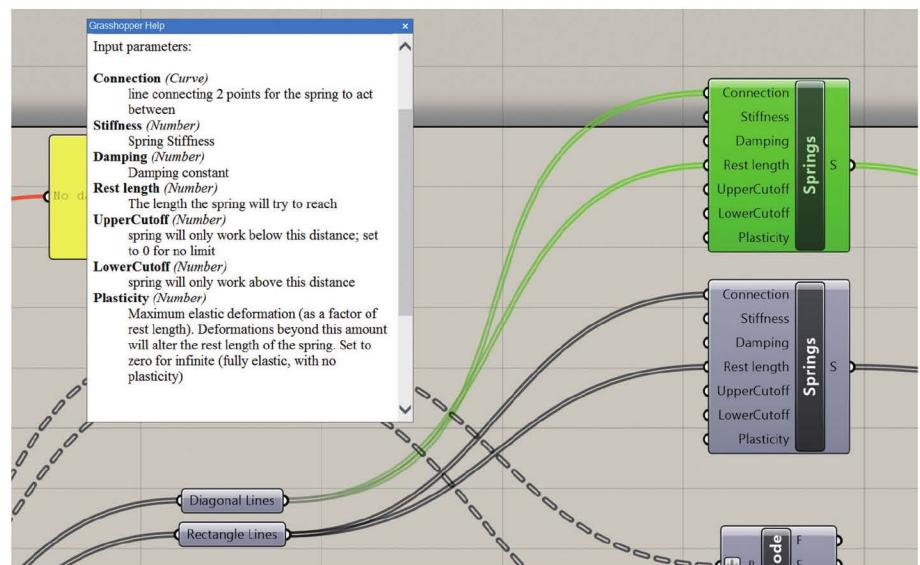

Figure 2
1. Spring : 접혀서는 안돼는 부분들을 평평하게 유지시켜주기 위해 simulation이 진행되는 동안 1) 각 사각형 및 삼각형의 변의 길이가 동일하게 유지되어야 하며, 2) 사각형의 경우 대각선의 길이도 동일하게 유지 되어야 합니다 (Figure 2). Spring component의 두 가지 parameter들만을 사용하게 되는데요, 첫번째 connection은 각 변과 대각선을 나타내는 선분들을, 그리고 두번째 rest length에는 각각의 선분들이 가지고 있는 고유의 길이값을 연결해 주어야 합니다. 다행히도 길이를 따로 구할 필요 없이 원래의 선분들을 연결하는 것 만으로도 이를 충족합니다. 두개의 spring은 각각 변의 길이와 대각선의 길이를 의미합니다.